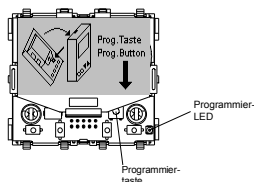

Bild 5: Lage der Programmiertaste und Programmier- LED, wird auch auf dem unparametrierten LCD angezeigt, bei anliegender Busspannung.
- Programmieren Sie nun die physikalische Adresse. Die Lage der Programmiertaste und der Programmier-LED ist in Bild 5 dargestellt.